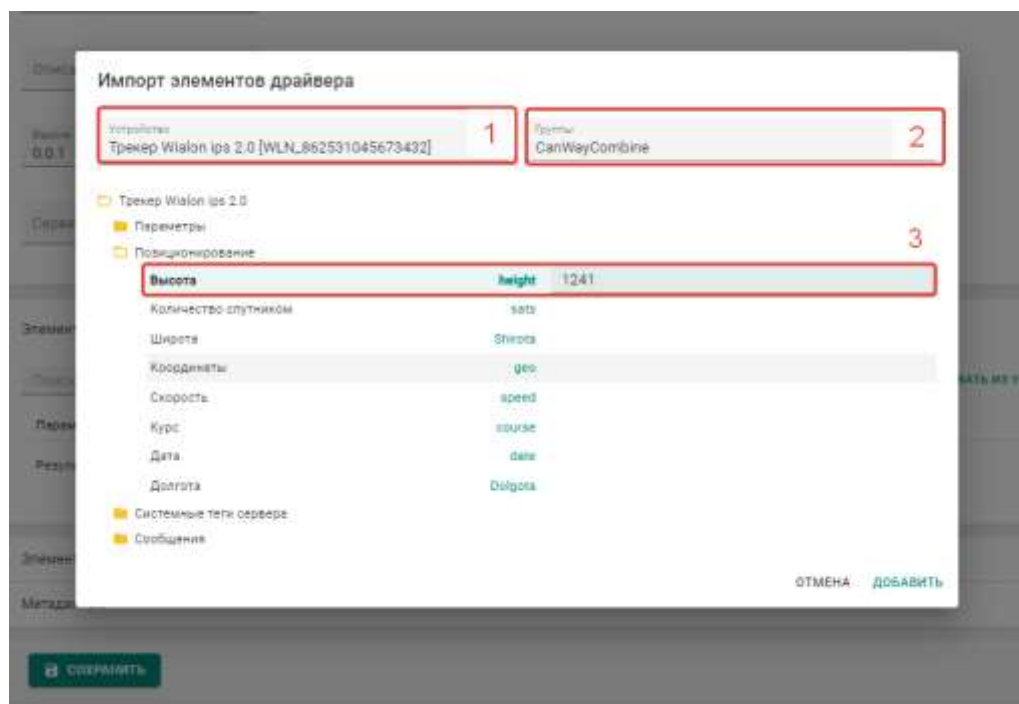

Рисунок 3.7 — Вид формы импорта значений из устройства
1. Вручную добавить необходимые теги с помощью кнопки «Добавить» (2) на рисунке 3.6, привязанные к объекту, после чего настроить таблицу соответствия (3).
2. Импортировать данные из устройства, указать соответствие между параметрами устройства и тегами объекта на пульте управления (рисунок 3.7) после чего настроить таблицу соответствия.